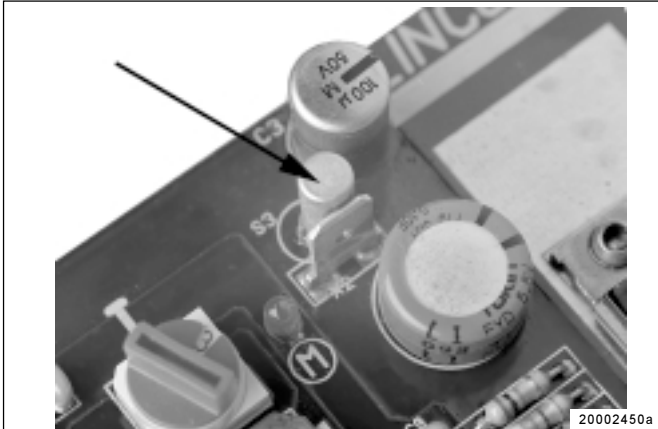

Abb. 9: - Erschütterungssensor gezeigt
- * Pumpe anstoßen, so daß sich der Erschütterungssensor (bei älteren Steuerplatinen ein Quecksilberschalter, Abb. 9) bewegt